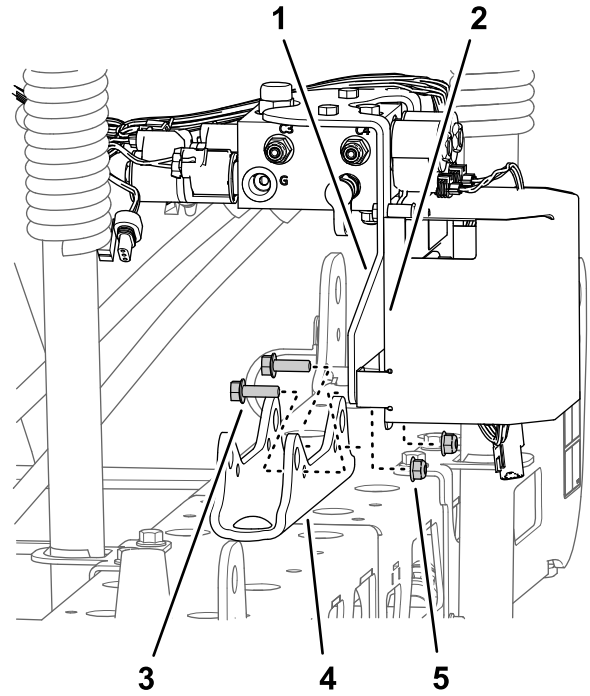

图 44
- 对于带可选超声波喷洒臂平行组件的机器拧下将喷洒段提升歧管的支撑托架和 TEC 控制器支架固定至油缸安装座的 2 个凸缘锁紧螺母 5/16 英寸和 2 个凸缘头螺栓 5/16 x 1 英寸然后从油缸安装座上分离歧管和托架 图 44。